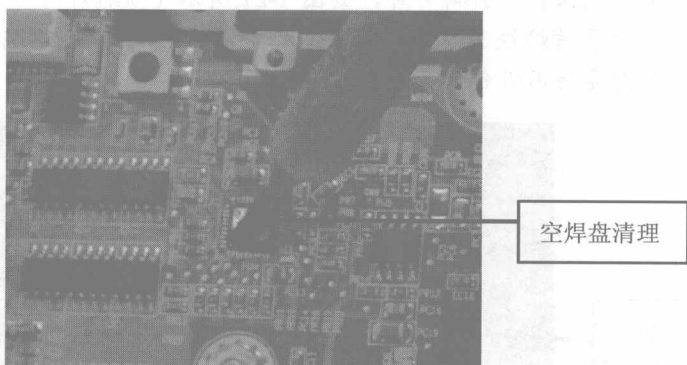

图 1-18
⑰对焊盘进行清理，以便进行下一步新芯片的焊接工作，可以用烙铁蘸上松香对焊盘进行清理，如图 1-18 所示。